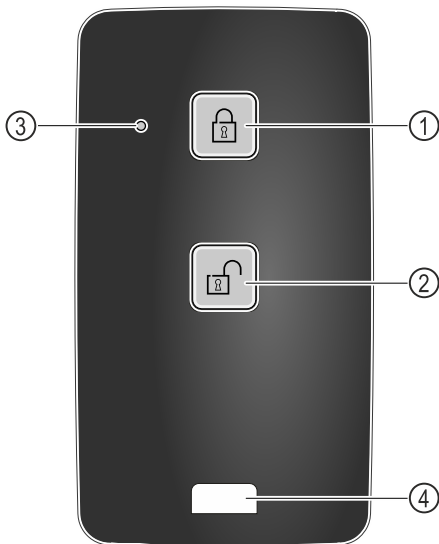

Fig. 212
- (1) Lukon lukitseminen
- (2) Lukon avaaminen
- (3) Tila-LED
- (4) Kiinnityssilmukka
- Paina kaukosäätimen painiketta Fig. 212 (1).
- Paina kaukosäätimen painiketta Fig. 212 (2).
- Tila-LED Fig. 212 (3) antaa painiketta painettaessa optisen palautteen.
- Silmukka Fig. 212 (4) kaukosäätimen kiinnittämiseen, esimerkiksi avainnippuun.